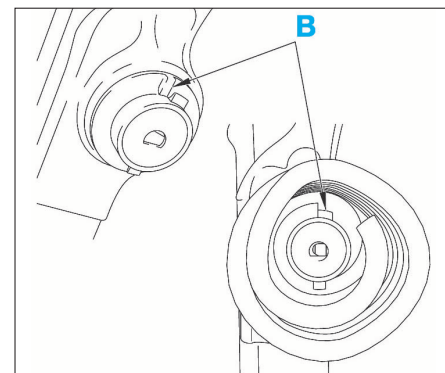

FIG. 39
- positionner la butée "B" de la coupelle supérieure du ressort de suspension vers l'avant du véhicule (Fig.39),